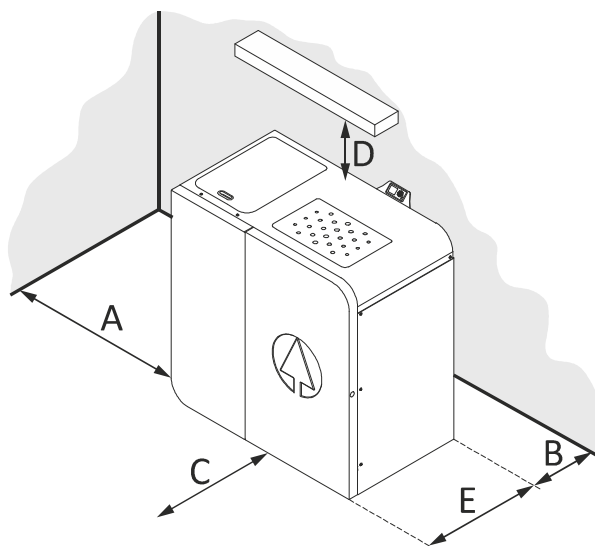

Figura 4
- 4.19.** Confirme os espaços entre a caldeira, o combustível e qualquer tipo de material inflamável, confirme na *figura 4*.